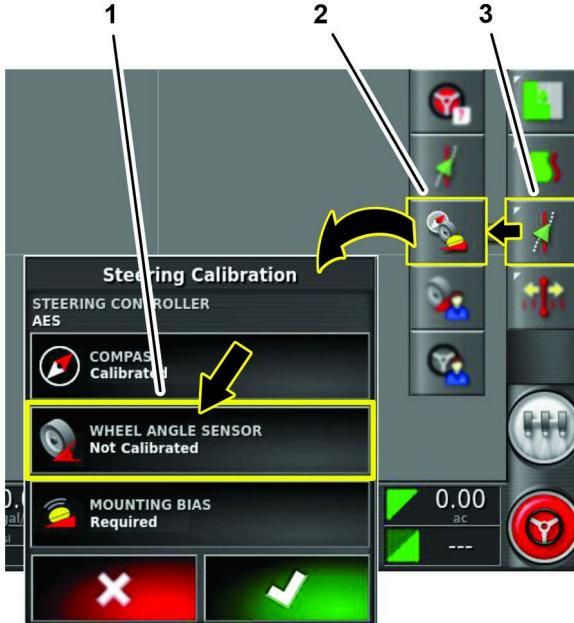

Figura 161
- Prima o ícone STEERING OPTIONS (Figura 161).
- Prima o ícone AUTO STEER CALIBRATION (Figura 161).
- Prima o ícone WHEEL ANGLE SENSOR (Figura 161).